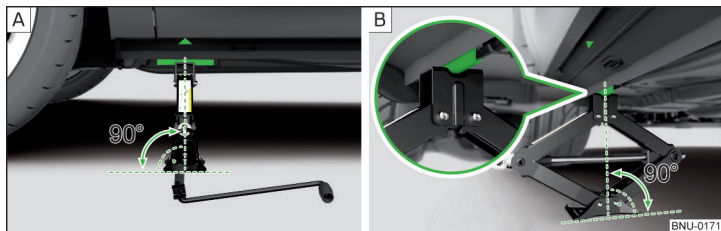

Fig. 320 Colocar el gato
La travesa de toma para el gato se encuentra directamente debajo de la marca sobre el revestimiento del largero de soporte » fig. 320 - [A].
- » Apoye la placa de base del gato con toda la superficie en un suelo recto de la manera que el gato se encuentra en posición vertical respecto a la travesa de toma » fig. 320 - [A].
- » Gire el gato con la manivela hacia arriba hasta que la garra se encuentre en el largero » fig. 320 - [B].